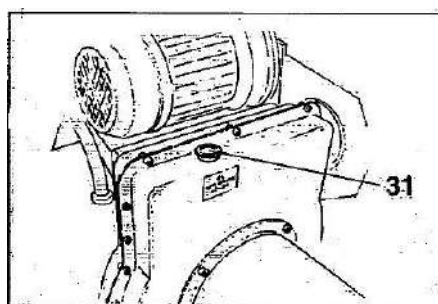

Рисунок 36
- 8) Время от времени проверяйте уровень масла в редукторе. При полностью опущенном кронштейне держателя инструмента в смотровом окне корпуса редуктора масло должно быть видно. При необходимости долейте Esso Spartan EP 320 или аналогичное масло (например, Agip F 1 REP 237, BP GRX P 320, Chevron Gear Compound 320, Mobil Gear 632, Shell Omaia Oil 320, Castrot Alpha SP 320). Снимите крышку (31, Рисунок 36), залейте масло и снова закройте крышку.